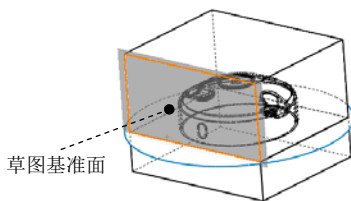

图 10.6.11 草图基准面
Step2. 选取草图基准面。选取图 10.6.11 所示的模型表面为草图基准面。